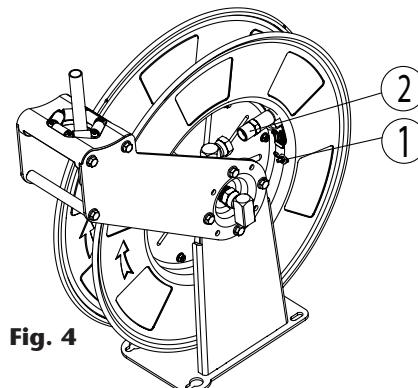

Fig. 4
2. Conecte la nueva manguera a la rótula (2) (fig.4) asegurándose de que se apoya sobre la pieza plástica, y coloque la brida isofónica (1) de tal modo que sujeté la manguera contra el tambor firmemente. No es recomendable ejercer un elevado esfuerzo sobre la rótula, por lo que se recomienda que la manguera, en su zona entre la brida y la rótula, no esté tensionada, presentando una suave curvatura hasta conectar con la rótula.
2. Retire la brida isofónica (1) (fig. 4), y desconecte la manguera de la rótula (2) (fig. 4).
4. Conecte la nueva manguera a la rótula (2) (fig. 4) asegurándose de que se apoya sobre la pieza plástica, y coloque la brida isofónica (1) de tal modo que sujeté la manguera contra el tambor firmemente. No es recomendable ejercer un elevado esfuerzo sobre la rótula, por lo que se recomienda que la manguera, en su zona entre la brida y la rótula, no esté tensionada, presentando una suave curvatura hasta conectar con la rótula.